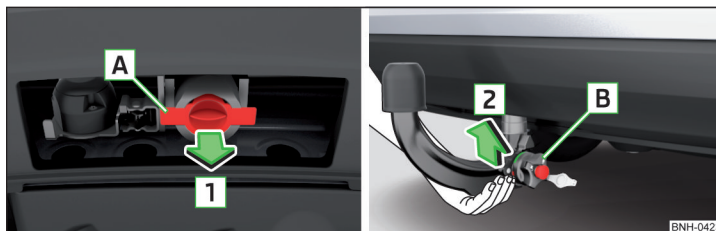

Abb. 133 Abdeckkappe für den Aufnahmeschacht abnehmen / Kugelstange einsetzen
- Die Abdeckkappe für den Aufnahmeschacht **A** in Pfeilrichtung **1** abnehmen » Abb. 133.
- Die Kugelstange **von unten** » Abb. 133 fassen und in den Aufnahmebohrer in Pfeilrichtung **2** bis zum hörbaren Einrasten einsetzen » **!**.
- Die Abdeckkappe für den Aufnahmeschacht **A** entgegen der Pfeilrichtung **1** einsetzen » Abb. 133 auf Seite 123.